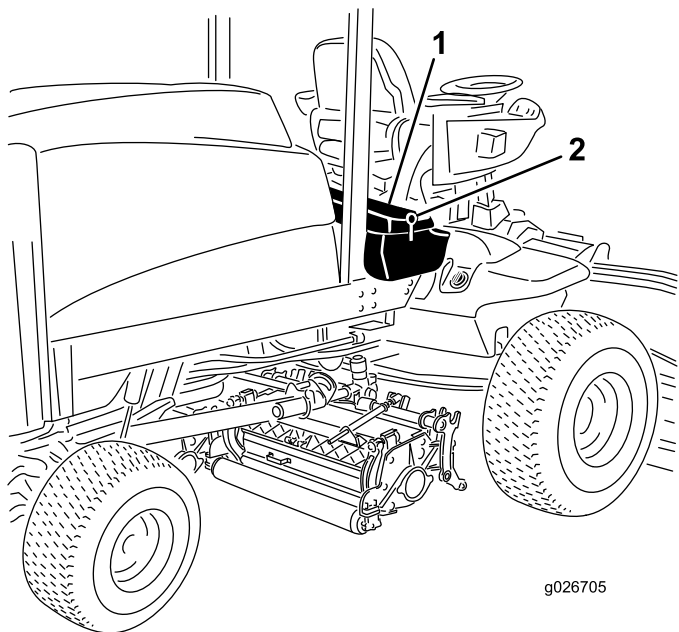

Figura 60
1. Desbloqueie e eleve o painel da consola do operador (Figura 60).